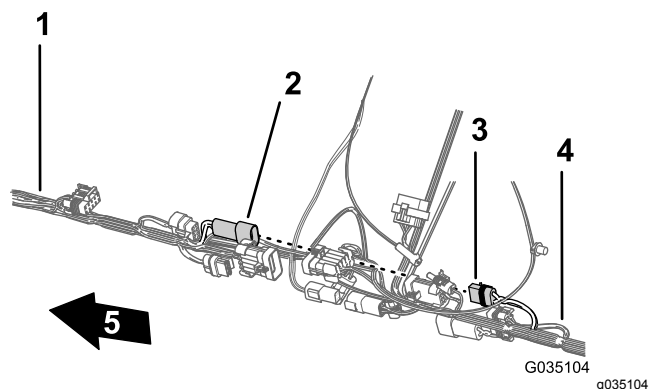

Figura 90
5. Collegate il connettore a 2 pin del cablaggio anteriore per l'alimentazione dell'avvolgitubo al connettore a 2 prese del cablaggio posteriore per l'alimentazione dell'avvolgitubo (Figura 90).